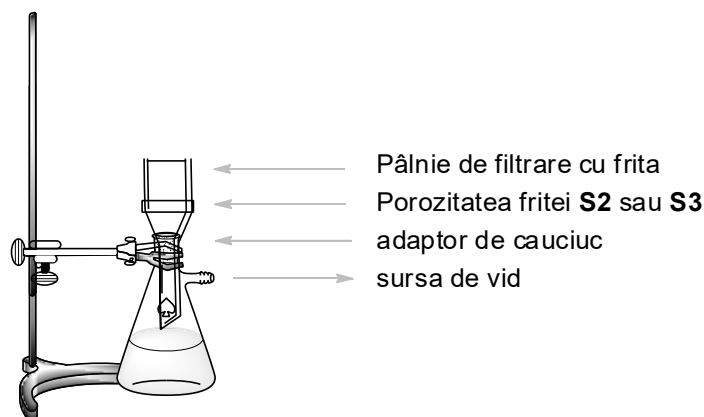

Figura 3. Instalație pentru filtrarea la vid.
2. Realizează o instalație de filtrare la vid (Figura 3) folosind o pâlnie cu frită cu porozitate **S2** (cu eticheta albă) și asigură de un stativ cu o clemă. Conectează vasul de trompă la sursa de vid. Toarnă suspensia de produs **B** (punctul IV.1) în pâlnie și apoi deschide valva de vid. *Atenție:* notifică supraveghetorul înainte și după manevrarea valvei! Spală solidul de două ori cu câte 6 cm³ apă deionizată, până la pH 6 a filtratului. Așteaptă uscarea precipitatului pentru 5 minute. Deconectează sursa de vid. Folosește spatula pentru a transfera produsul alb B în flaconul etichetat **Student code B** și păstrează-l neacoperit pe masa de lucru pentru a se usca. Aruncă filtratul la chiuvetă și spală vasul de trompă.